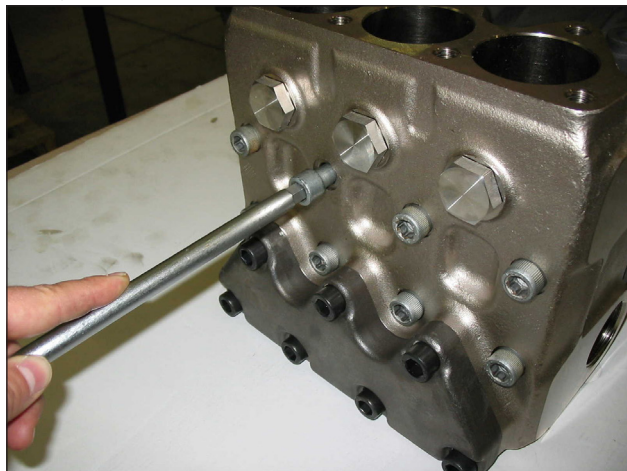

图 20
A) 如图 20所示，拧下头部固定螺丝 M12x150（SWS71 上的 M12x220）。